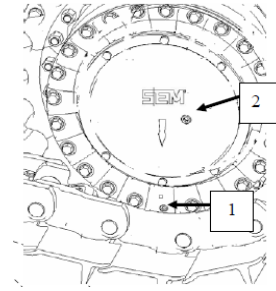

Рис. 1 Слив масла
1. Установите машину так, чтобы сливная пробка (1) на бортовой передаче оказалась внизу.
2. Сначала ослабьте пробку заливного отверстия (2), а затем отсоедините сливную пробку (1), чтобы масло стекло в подходящий контейнер (рис. 1).
3. Очистите сливную пробку (1) и замените ее новой сливной пробкой, если старую нельзя использовать.